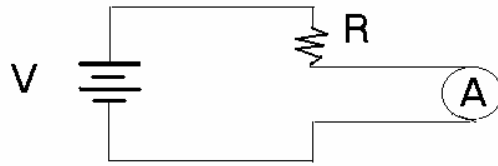

Figura 1
- 6 Dejar fijo el multímetro en amperímetro, como en la Figura 1